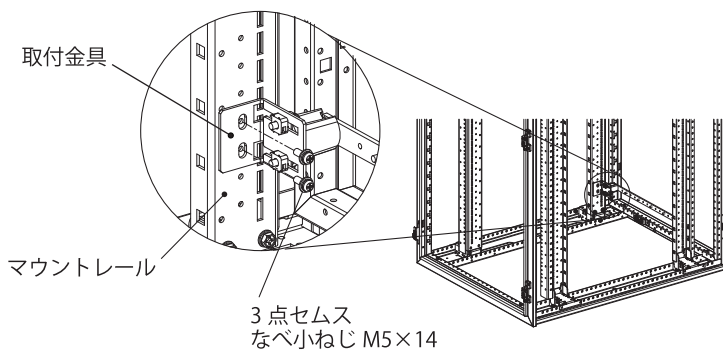

図4
5. マウントレールに取付金具を、付属の3点セムスなべ小ねじ M5×14(4か所)にて固定してください。(図4)